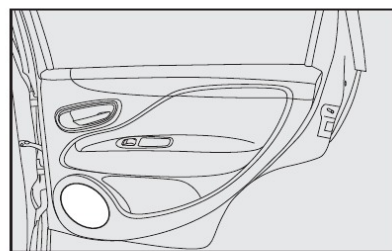

fig. 133
- alto-falantes na porta traseira **fig. 133**;